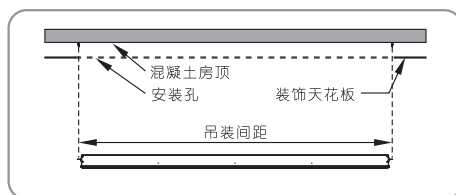
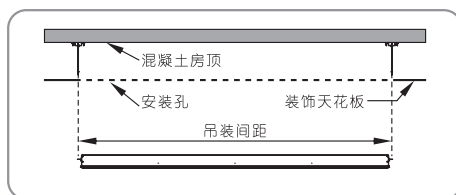
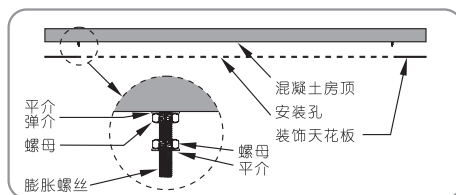
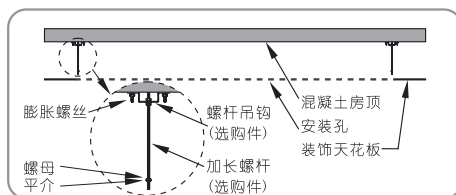

图6 较矮天花的安装螺丝
图7 较高天花的安装吊钩
图8 较矮天花的安装螺丝
图9 较高天花的安装吊钩
3. 根据你的安装方式，在混凝土天花板打孔并安装M8x80或更长的膨胀螺丝(非附件)，见图6、图8；
如果是较高的天花则需要安装天花吊钩及加长螺杆并使用M8x60膨胀螺丝(选购件)，见图7、图9；
4. 两种安装方式的螺丝下部都需要增加一个M8螺母和平介子作为调节安装高度的限位之用，见图8-图9；